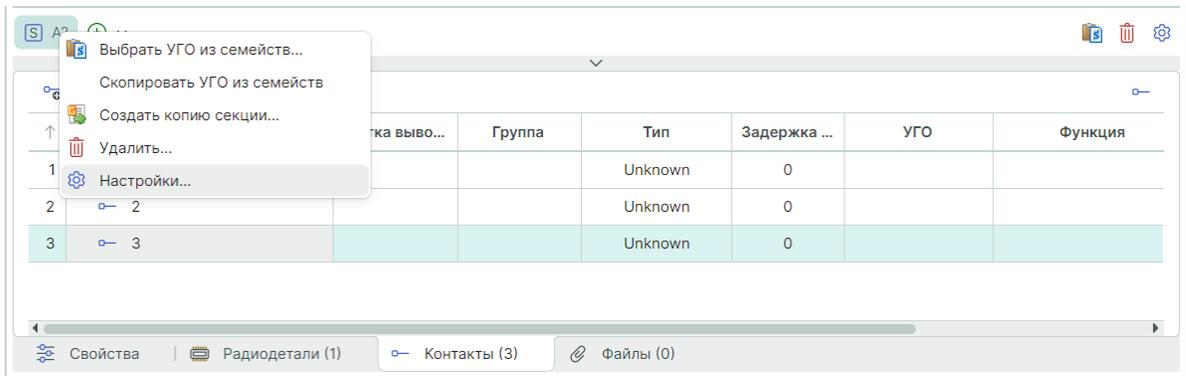

Рис. 250 Вызов окна настроек схемного представления
1. Вызовите окно настроек из контекстного меню секции или с помощью символа , расположенного в правой части редактора, см. Рис. 250.